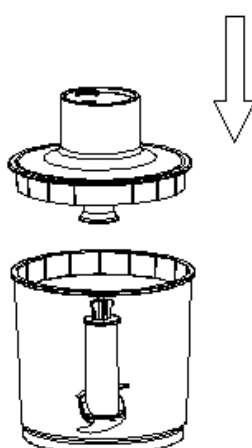

Fig:2
4. Założyć pokrywę miski do siekania, dopasować rówki pokrywy do występków wewnątrz miski a potem obrócić pokrywę w kierunku zgodnym z kierunkiem ruchu wskazówek zegara aż się ustawi (zob. Rys. 2). Żeby wyjąć pokrywę należy go obrócić w kierunku odwrotnym do kierunku ruchu wskazówek zegara.